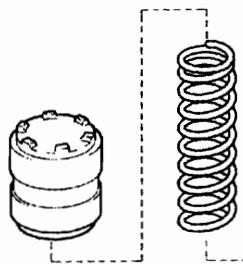

图 12-1-91
②Cl 蓄能器弹簧见图 12-1-91, 参数见表 12-1-4。